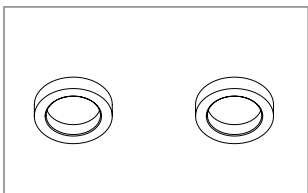

Figure 3 – Trousse 4029
- Trousse d'entretoise pour pivot Ø10 x Ø14,5 x 3 l 4029 (figure 3)